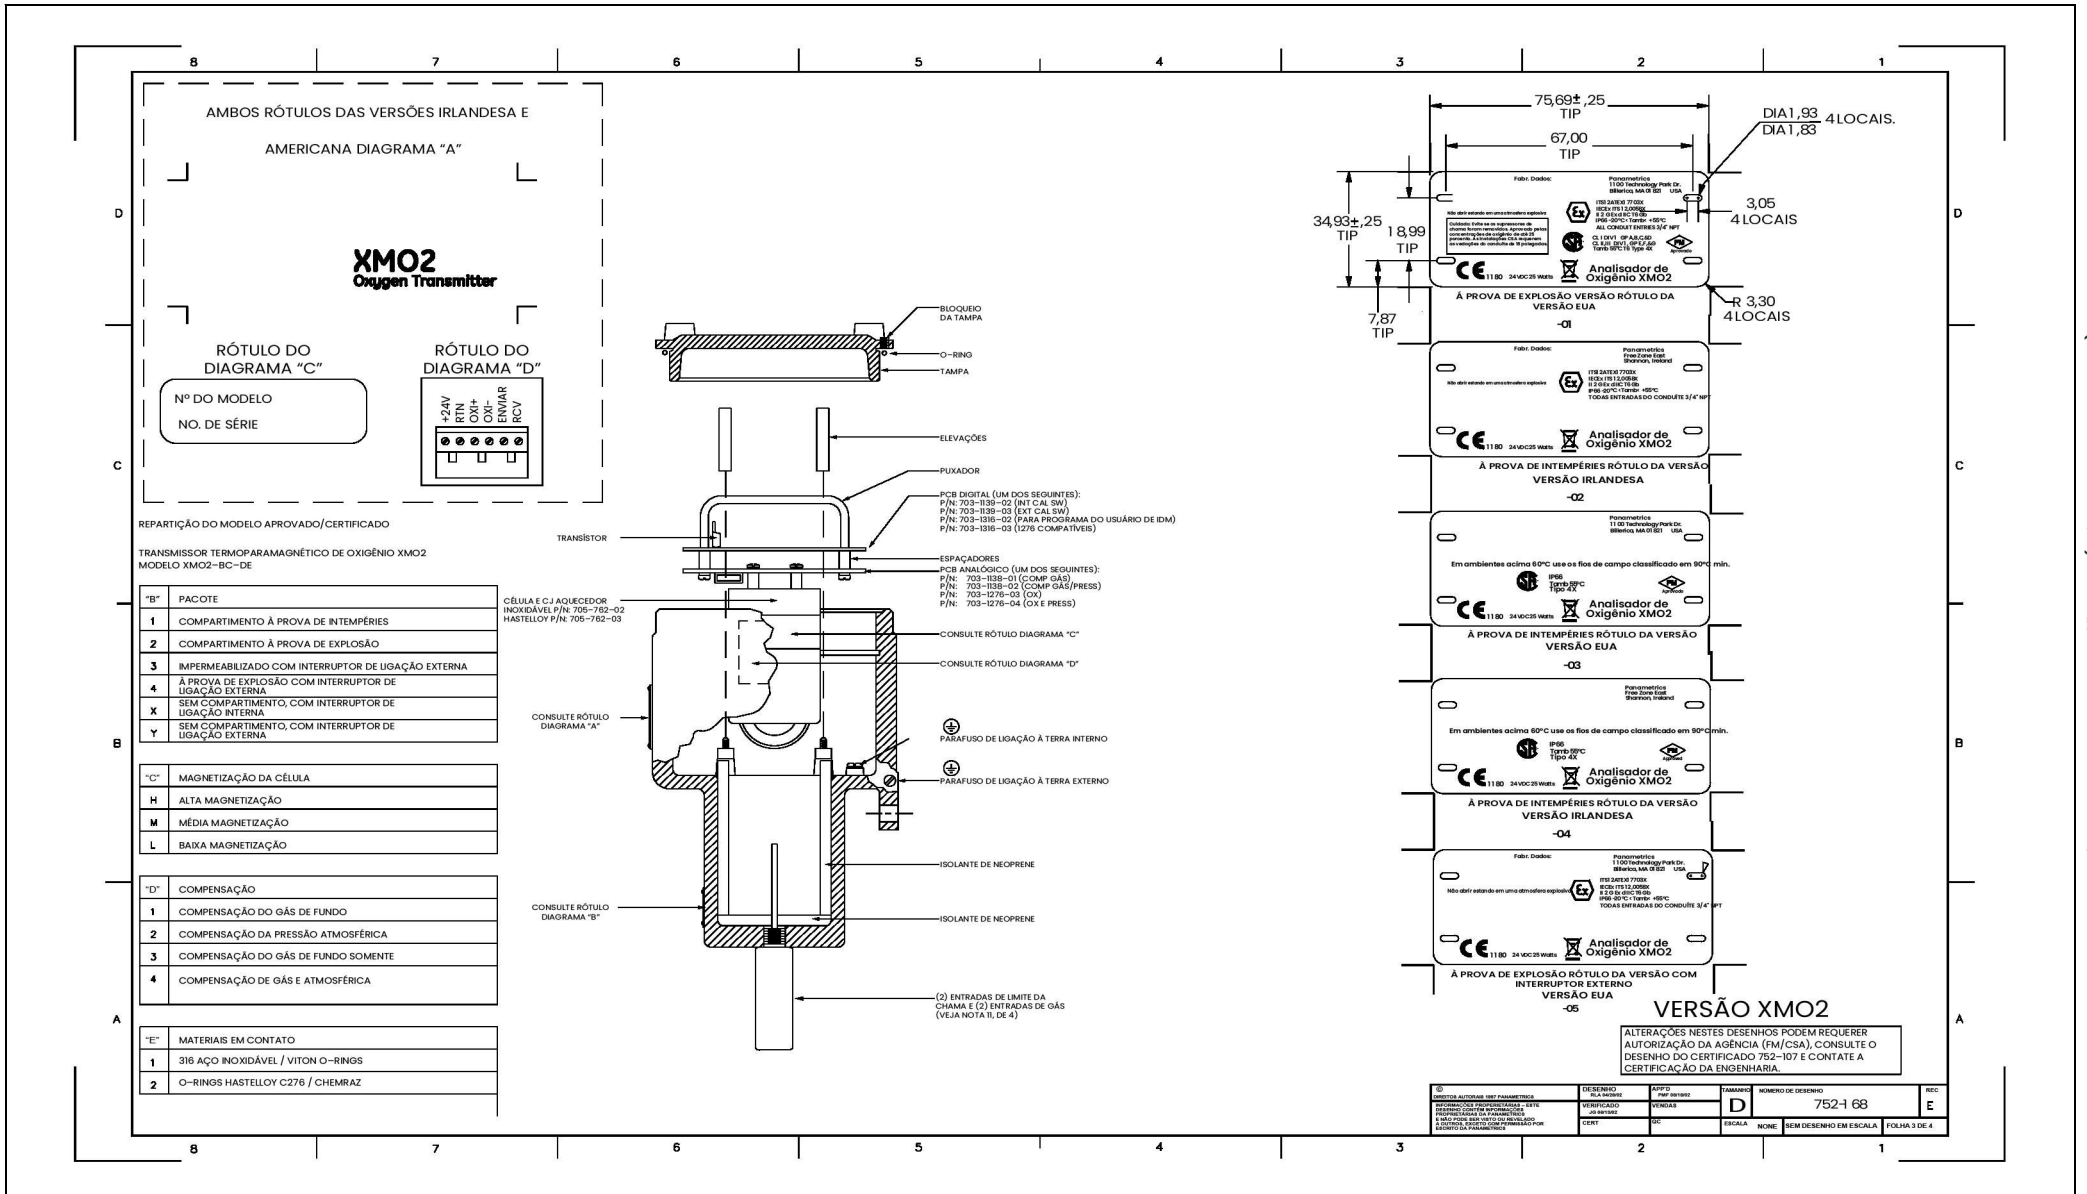

Figura 63: Desenho da Certificação (ref. #752-168, Rev. E, SH3)
- Figura 63, "Desenho da Certificação (ref. #752-168, Rev. E, SH3)," na página 71